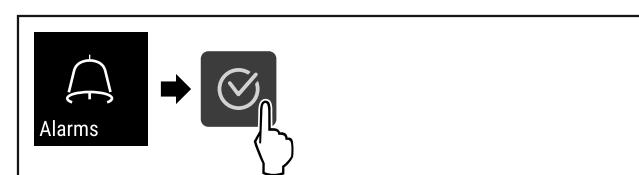

Fig. 143
- Følg anvisningene (se Fig. 143) .